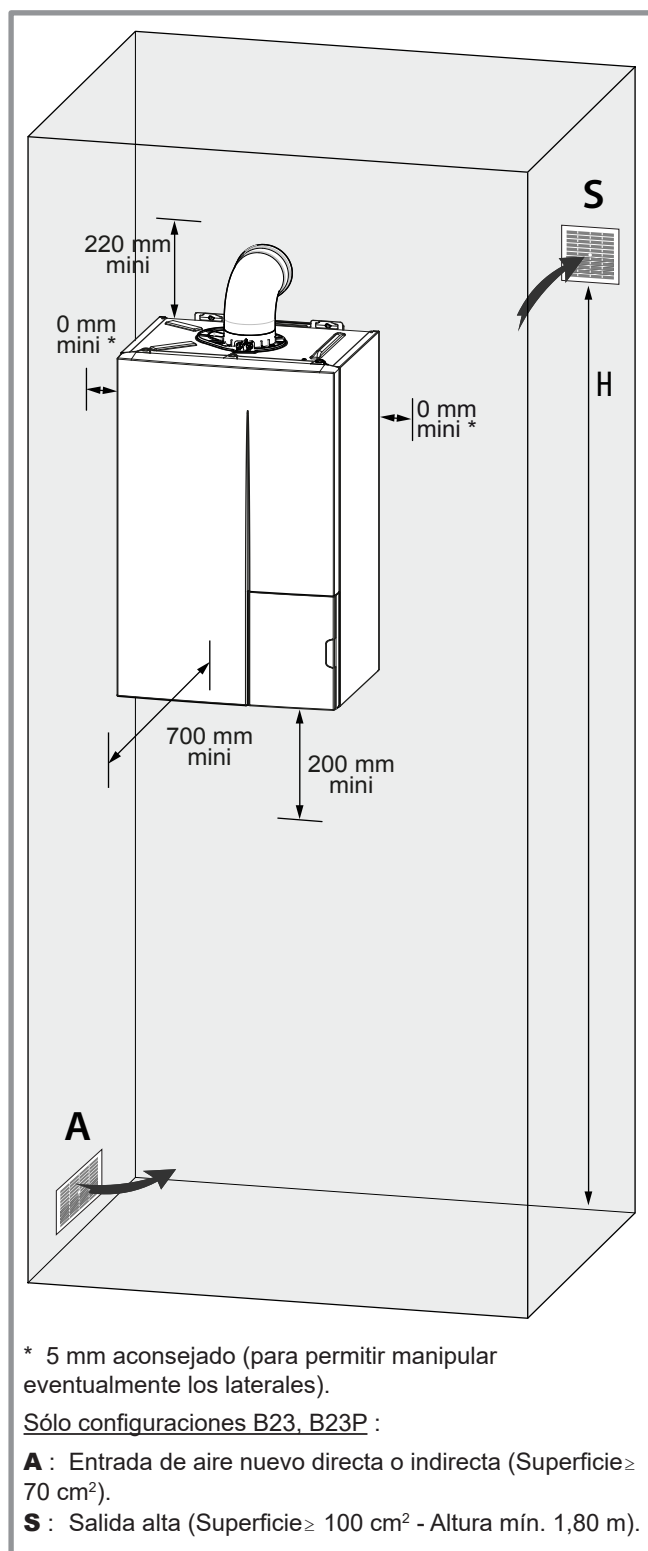

figura 7 - Distancias mínimas de instalación
- Para facilitar las operaciones de mantenimiento y permitir el acceso a los diferentes componentes, se aconseja prever un espacio suficiente alrededor del aparato (figura 7).